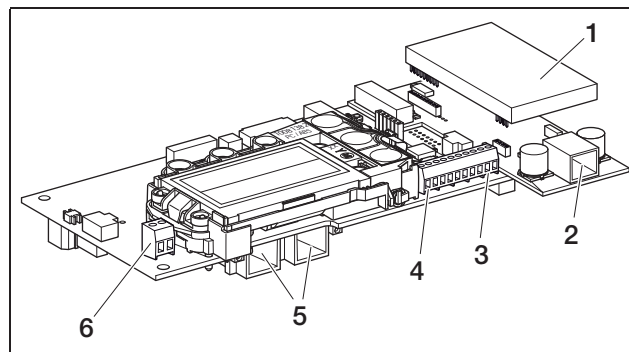

Abbildung 46: Kommunikationsschnittstellen Kommunikationsboard II
- Stecken Sie den Stecker des Ethernetkabels in eine der entsprechenden Steckbuchsen (5 in Abbildung 46).
- Stecken Sie den Stecker des Telefonkabels in die entsprechende Steckbuchse (2 in Abbildung 46).